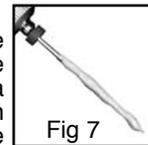

Fig 7
6. Enrober la spirale avec une couche épaisse de ciment (Fig. 7) et l'introduire dans le canal. Faire tourner la spirale à 1.000 t/min pendant environ 5 s en appliquant un mouvement lent circulaire et de haut en bas (7-8 fois) comme montré dans les figures 8, 9 et 10. Utiliser toujours la spirale à -3 mm de la longueur de travail. Si le canal est fortement courbé, n'amenez la spirale qu'au début de la courbure. La spirale bidirectionnelle forcera le ciment à recouvrir les parois du canal latéralement et remplira les canaux accessoires. **Note : si vous désirez un ciment EZ-Fill plus fluide, réchauffez le avec une spatule métallique tiédie (non chaude).**